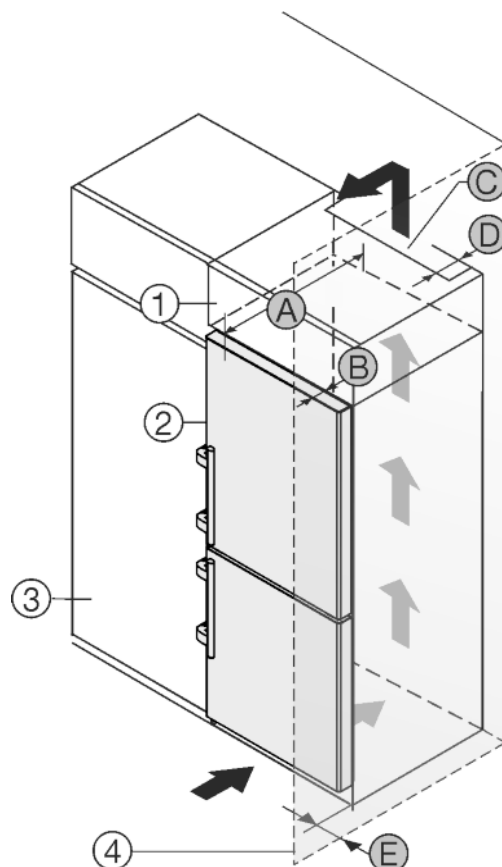

Fig. 47
Urządzenie może zostać obudowane szafkami kuchennymi. Aby dopasować urządzenie Fig. 47 (2) do wysokości ciągu szafek kuchennych, można nad urządzeniem umieścić szafkę nasadzaną Fig. 47 (1).
Urządzenie można ustawić bezpośrednio obok szafki kuchennej Fig. 47 (3). By móc całkowicie otworzyć drzwi, urządzenie musi wystawać przynajmniej o głębokość Fig. 47 (B) za front szafki kuchennej. W zależności od głębokości szafek kuchennych oraz od zastosowania elementów dystansowych urządzenie może wystawać jeszcze bardziej.
- Na tylnej ścianie szafki nasadzonej wymagany jest wywiewny kanał wentylacyjny o głębokości *Fig. 47 (D)* na całej szerokości szafki.
- Pod sufitem pomieszczenia należy zachować przekrój wentylacyjny *Fig. 47 (C)*.
Jeżeli urządzenie będzie ustawiane z zawiasami do ściany *Fig. 47 (4)*, to pomiędzy urządzeniem i ścianą należy zachować odstęp *Fig. 47 (E)*. Na taką odległość wystaje klamka przy otwartych drzwiach.